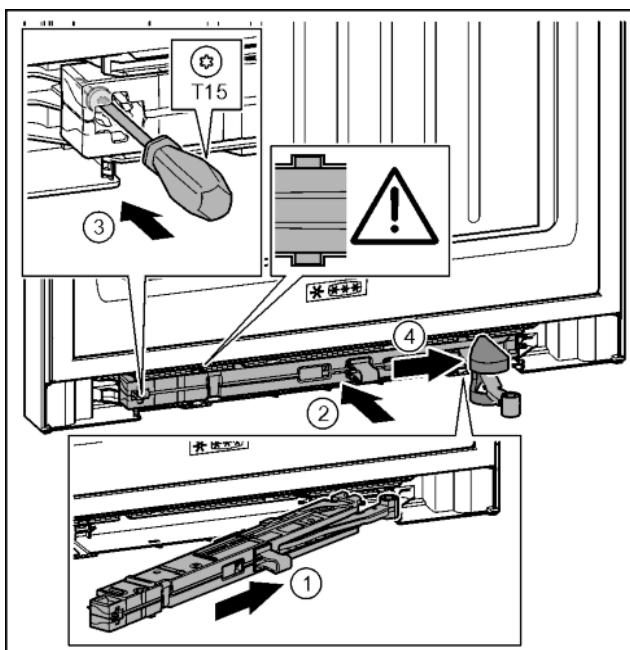

Fig. 44
- ▶ Під нахилом просуньте демпферний вузол з боку опорного кронштейна в отвір до упору. *Fig. 44 (1)*
- ▶ Повністю вставте демпферний вузол в отвір. *Fig. 44 (2)*
- ▶ Закрутіть гвинт за допомогою викрутки T15. *Fig. 44 (3)*
- ▶ Просуньте кришку через шарнір. *Fig. 44 (4)*